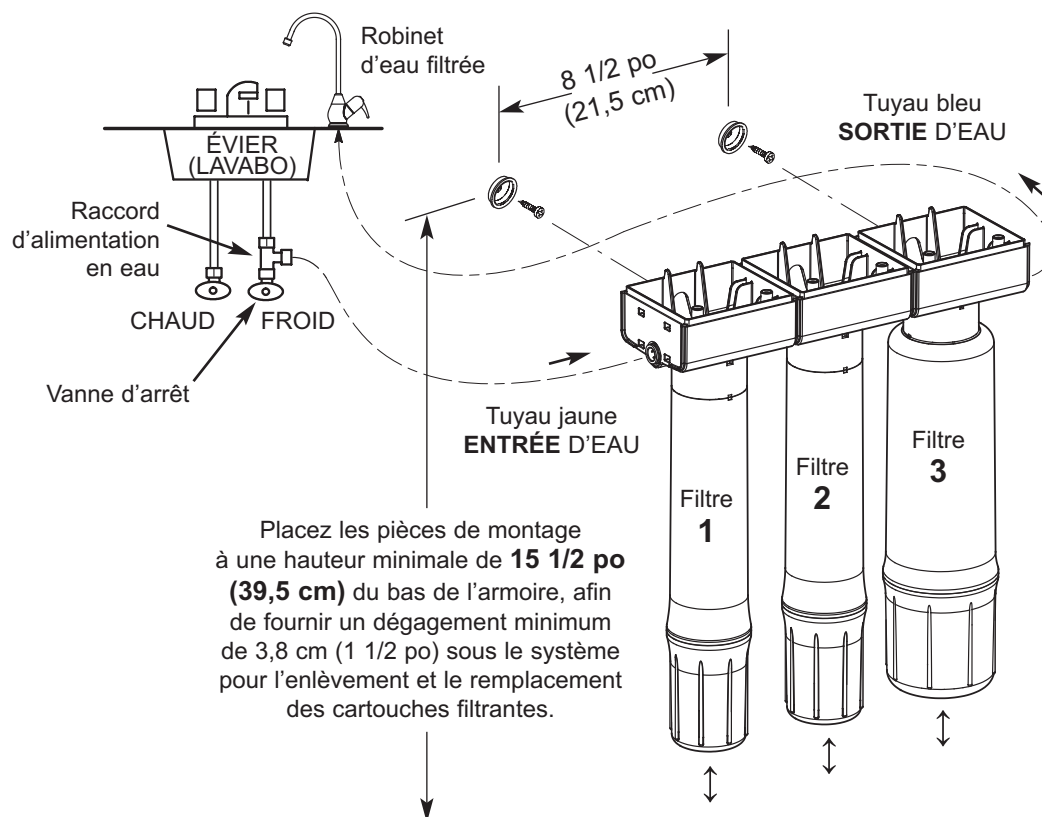

FIG. 2
1. Mesurez et coupez (prévoir un peu de jeu) une longueur de tuyau de 3/8 po (1 cm) de diamètre qui reliera le raccord d'alimentation à l'entrée du système de filtration (cf. Figure 2). Coupez chaque extrémité du tuyau à angle droit.
3. Répétez les étapes 1 et 2 pour raccorder le tuyau du robinet à la sortie du système de filtration (cf. Figure 2).